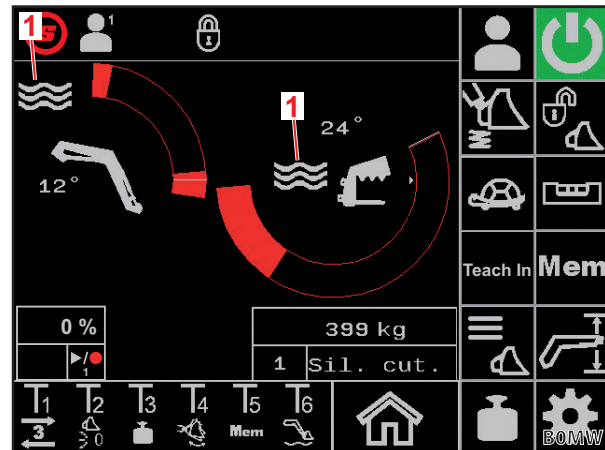

Abb. 31 Hauptseite
- (1) Taster Tx () am Joystick drücken.
- i** Welcher Taster gedrückt werden muss, ist abhängig von der jeweiligen Tasterbelegung. In Abb. 31 ist es z. B. Taster T6.
- (2) Joystick in Richtung *Senken* (Schwimmstellung Schwinge) bzw. *Schütten* (Schwimmstellung Werkzeug) auslenken.